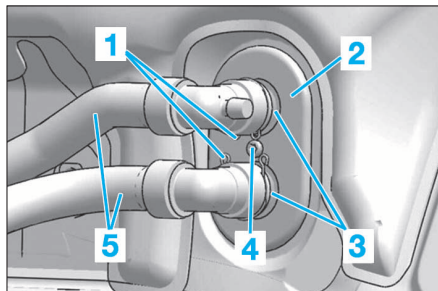

FIG. 22
- A l'aide d'outil de pincement, pincer les durits (5) (Fig.22).